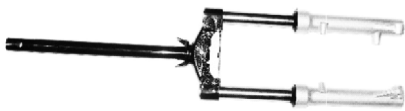

图 1-5 前叉立管
- 3) 检查前叉立管 (见图 1-5)、前叉腿管是否变形, 如无变形, 应进行修复或更换。